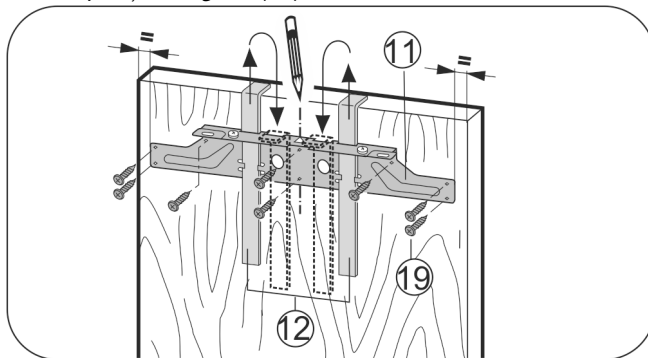

Fig. 18
- ▶ Agățați traversa de fixare Fig. 18 (11) cu ajutorul elementelor auxiliare de montaj Fig. 18 (12) pe partea interioară a ușii mobilierului.
- ▶ Aliniați traversa de fixare Fig. 18 (11) central pe ușă.
- ▶ Fixați traversa de fixare Fig. 18 (11) cu cel puțin 6 șuruburi Fig. 18 (19).
- ▶ Fixați traversa de fixare Fig. 18 (11) pe margine cu 4 șuruburi Fig. 18 (19).
- ▶ Extrageți în sus elementele auxiliare de montaj Fig. 18 (12) și introduceți-le în poziție răsturnată în orificiile de preluare alăturate.